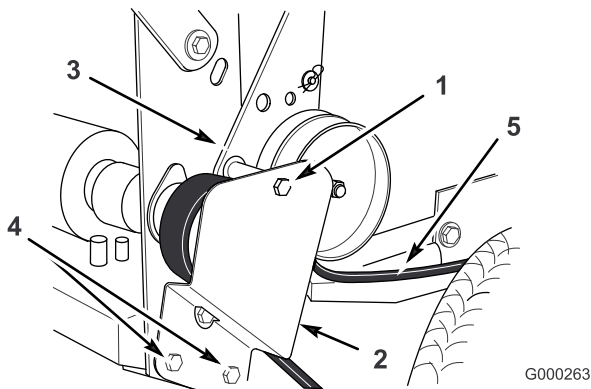

Figura 42
2. Retire el perno superior que sujeta los soportes de la polea tensora al bastidor trasero (Figura 42).
3. Afloje los 2 tornillos de montaje inferiores según sea necesario para que la correa pueda pasar entre la polea de transmisión y el soporte de la polea tensora (Figura 42).
6. Coloque el perno superior que sujeta los soportes de la polea tensora al bastidor trasero (Figura 42).
7. Apriete los 2 tornillos de montaje inferiores según sea necesario para que la correa pueda pasar entre la polea de transmisión y el soporte de la polea tensora (Figura 42).